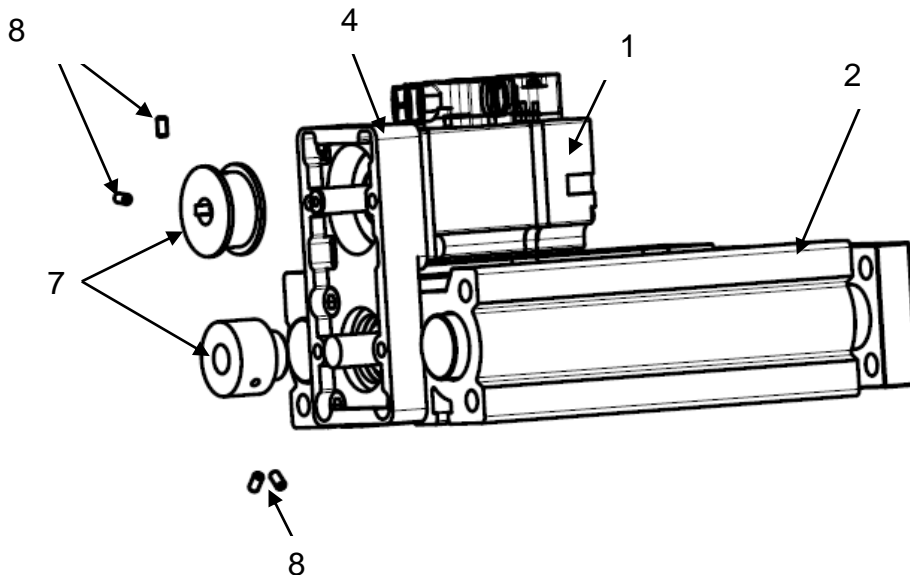

Рисунок 11 – Установка шкивов.
3) установить шкивы (поз. 7) на вал модуля (поз. 2) и двигателя (поз. 1) (см. рисунок 11). Шкивы (поз. 7) и задняя крышка монтажного комплекта (поз. 4) должны находиться в одной плоскости (см. рисунок 11). Закрепить шкивы при помощи винтов (поз. 8);